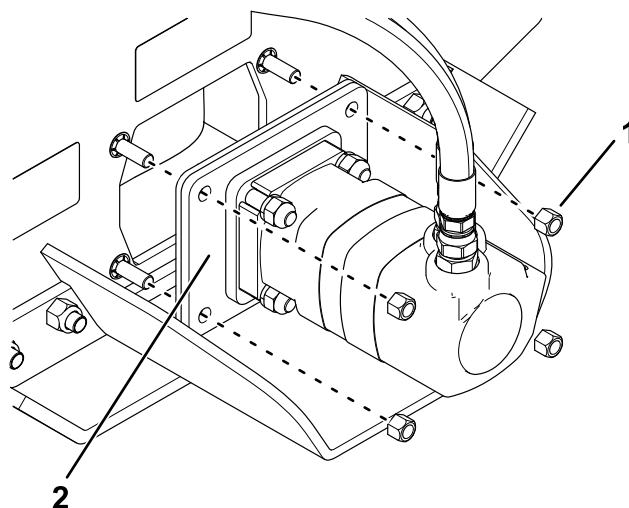

Рисунок 8
4. Отверните 4 гайки ($\frac{9}{16}$ дюйма), которые крепят монтажную опору гидромотора (Рисунок 8). Снимите монтажную опору с гидромотором.
2. Используя 4 гайки (9/16 дюйма), установите монтажную опору ротора и гидромотор (Рисунок 8). Затяните гайки с моментом от 127 до 157 Н·м.